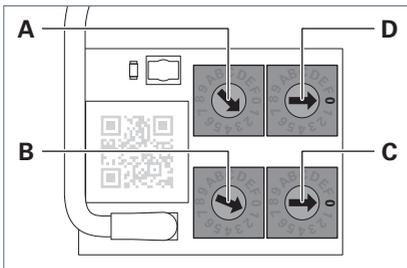

Fig. 8: Schwarmsteuerung deaktivieren, am TALK Modul.
- ▶ Stellen Sie die beiden Drehcodierschalter **A** und **B** auf eine beliebige Bereichsadresse, die **nicht** 00 ist, siehe Fig. 8.